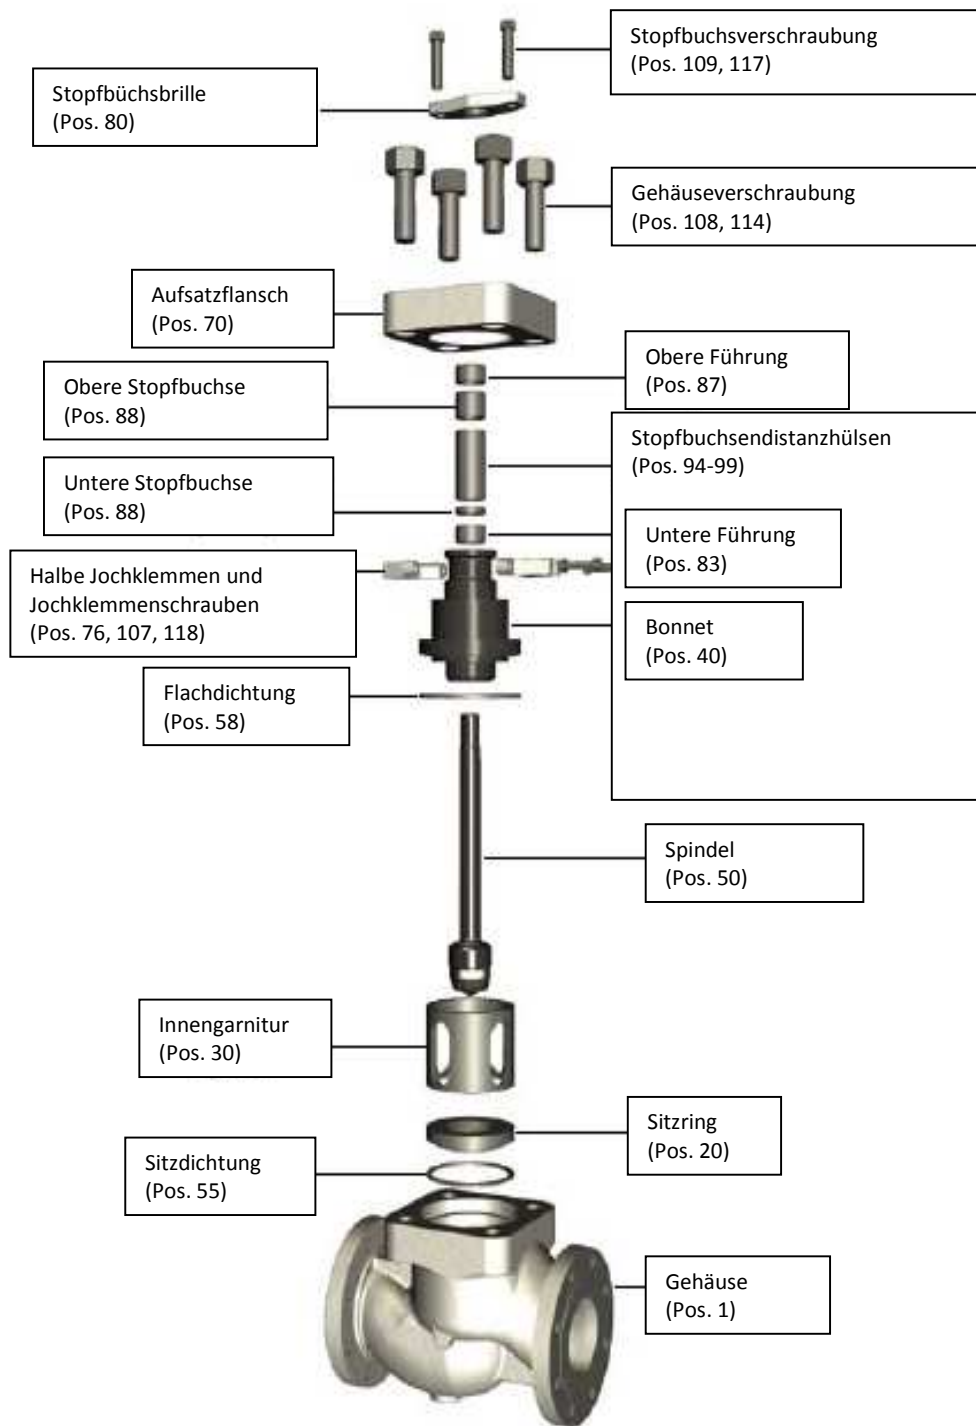

Abbildung 3: Explosionszeichnung Mark One - Gehäusebaugruppe
- Abbildung 3 – Explosionszeichnung Mark One – Gehäusebaugruppe